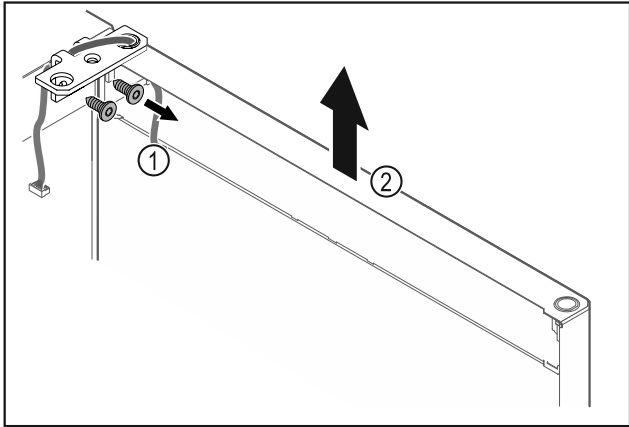

Fig. 20
- ▶ Відкрутити шарнірний кутик Fig. 20 (1).
- ▶ Дверцята з шарнірним кутиком Fig. 20 (2) приблизно на 200 мм прямо підняти вгору і зняти.